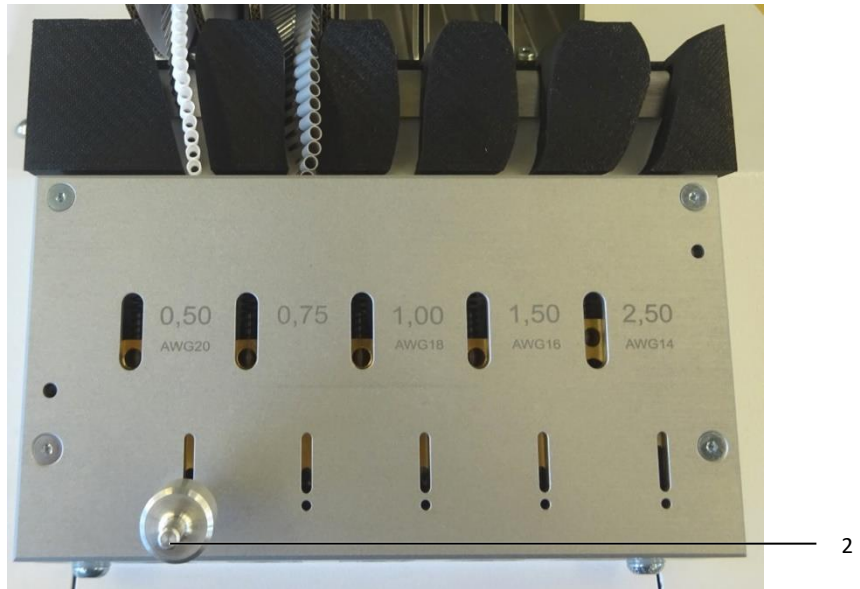

图 9: 下方固定销
- 将前部直径较小的固定销插入进料装置的下方开口（图9，项号 2）。